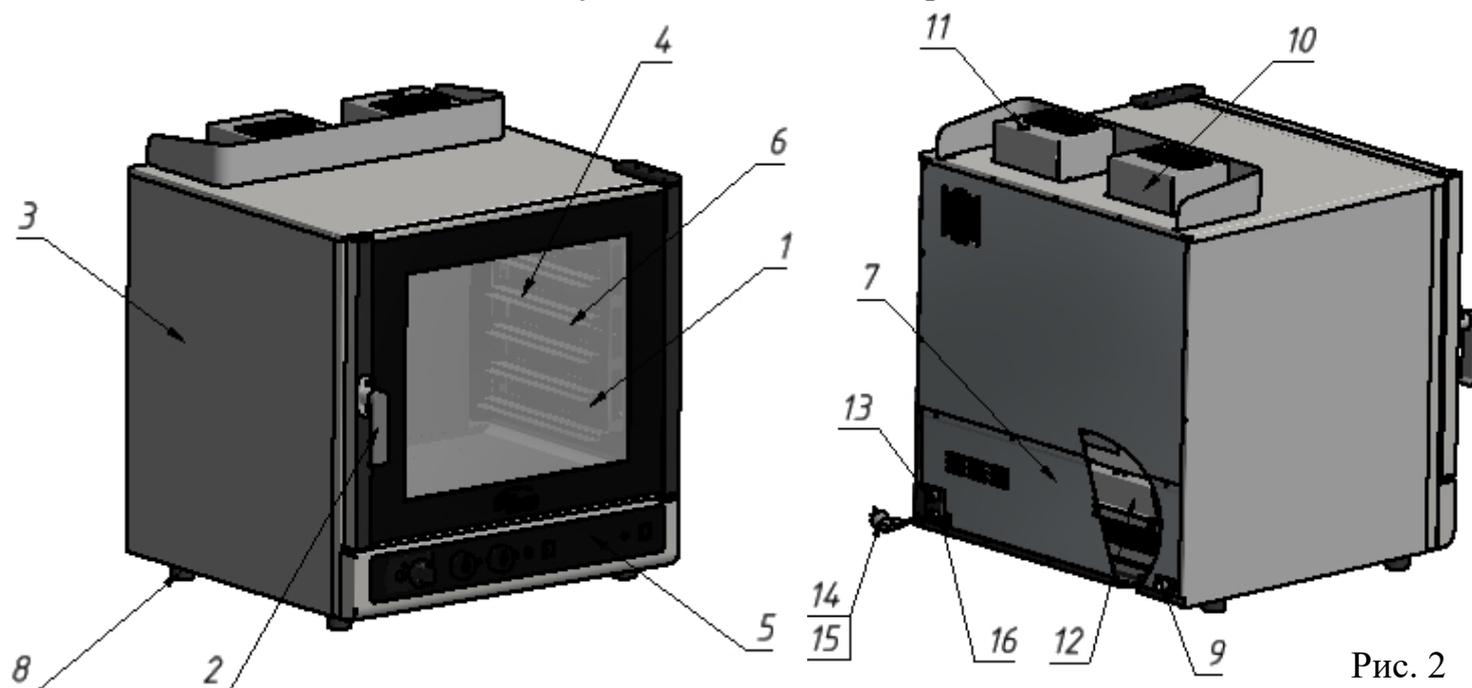
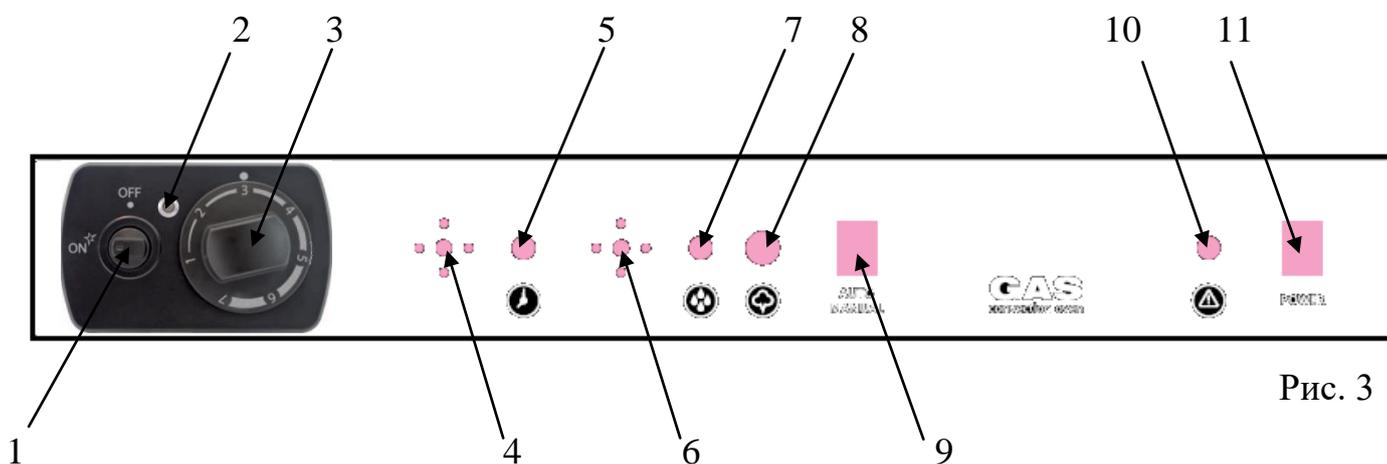

Рис. 2
Рис. 3
- 5.4 Основные части изделия указаны на Рис.2 и перечислены в Таблице 3.
5.5. Элементы управления указаны на Рис.3 и перечислены в Таблице 4.
- 6.3 Изделие установить на устойчивом, горизонтальном основании на расстоянии не менее 500мм от легко воспламеняющихся предметов. Выравнивание поверхности печи производится регулировкой высоты ножек (Поз.8, Рис.2).
- 6.5 Оборудование должно устанавливаться в хорошо проветриваемом помещении и обеспечиваться вытяжкой типа «зонт» (в соответствии с общими указаниями (Пункт 1.6, стр.3)) для отвода тепла и продуктов горения от вытяжки (Поз.10, Рис.2) и удаления избыточного пара от трубы (Поз.11, Рис.2).
- 6.6 Подсоединение заземления корпуса пароконвектомата к заземляющему контуру помещения осуществляется согласно ГОСТ 27570.0-87 с помощью болта заземления (Поз.16, Рис.2)
- 6.7 Электрошнур с евровилкой (Поз.14,15, Рис.2)печи подключить в розетку с электропитанием 220 В, 50Гц.
- 6.8 Газовая труба присоединяется к выводу с наружной резьбой G1/2, находящемуся на задней стенке печи (Поз.13, Рис.2). Используйте только трубы и прокладки, соответствующие национальным стандартам. После подключения удостоверьтесь, что труба не касается движущихся предметов и не пережата.
- 6.10 Присоединение установки к водопроводной сети осуществляется с помощью штуцера (Поз.9, Рис.2). Рекомендуемое давление воды в водопроводе, от которого питается печь, должно быть не менее 25кПа и не более 50кПа (0,25-0,5бар). Жесткость воды, используемой для тепловой обработки паром, не должна превышать 2...2,2°Ж. При использовании обычной природной или водопроводной воды, ее следует пропустить через системы очистки (через фильтр) и водоумягчения.
- 7.1 Включить электрическую сеть с помощью клавиши (Поз.11, Рис.3). О наличии питания свидетельствует включенная подсветка камеры и работа вентиляторов.
- 7.3 Розжиг основной горелки (Поз.12, Рис.2) пароконвектомата осуществляется от запальной горелки (пилота).
Для включения запальной горелки необходимо повернуть ручку выбора режимов (Поз.1, Рис.3) против часовой стрелки в положение ON. Нажать и удерживать нажатой ручку терморегулятора, чтобы электронный розжигзажег запальную горелку (пилот). В момент возгорания запальной горелки, загорается сигнальный индикатор (Поз.2, Рис.3), свидетельствующий о наличии пламени на пилотной горелке. После возгорания пилота следует удерживать ручку нажатой 15-20 секунд, после чего отпустить, в этот момент сигнальный индикатор (Поз.2, Рис.3) начинает мигать, что говорит об устойчивом горении запальной горелки. Если пилот не разгорелся, верните ручку в исходное положение и повторите операцию.
**Внимание!**Выключение сигнального индикатора (Поз.2, Рис.3) в процессе работы пароконвектомата свидетельствует о затухании запальной горелки. В этом случае следует немедленно перевести ручку выбора режимов (Поз.1, Рис.3) в положение Off и провести повторный розжиг.
- Для розжига основной горелки и выхода на требуемую рабочую температуру необходимо установить ручку регулятора температуры (Поз.3, Рис.3) в нужное положение (Таблица 5).
- Для отключения горелки необходимо повернуть ручку выбора режима (On-Off) (Поз.1, Рис.3) в положение Off.
- 7.4 Функция «Таймер» (Поз.4, Рис.3) позволяет задать необходимое время приготовления (в пределах 120мин), по окончании которого прозвучит
звуковой сигнал, свидетельствующий об окончании заданного время. При включении функции «Таймер» загорается сигнальный индикатор (Поз.5, Рис.3), свидетельствующий о работе таймера.
7.5 Функция «Пароувлажнение» может осуществляться двумя способами, ручным и автоматическим. Выбор режима пароувлажнения осуществляется клавишей (Поз.9, Рис.3).
- Автоматическая подача воды осуществляется с помощью регулятора автоматической подачи воды (Поз.6, Рис.3). Крайнему левому положению ручки регулятора характерен впрыск воды продолжительностью 2с каждые 10 мин. Крайнему правому положению ручки регулятора характерен впрыск воды продолжительностью 2с, с частотой 1 мин. В момент использования функции «Пароувлажнение» горит сигнальный индикатор (Поз.7, Рис.3), свидетельствующий о подаче воды в камеру пароконвектомата.
- Если использование данной функции в автоматическом режиме не требуется, следует перевести клавишу (Поз.9, Рис.3) в положение ручного режима пароувлажнения. Ручная подача воды осуществляется, по мере необходимости увлажнения в камере, с помощью кнопки (Поз.8, Рис.3). Подавать воду необходимо импульсами в течение не более 2-3 секунд.
7.6 При открывании двери (Поз.1, Рис.2) с помощью ручки (Поз.2, Рис.2) для загрузки или выгрузки рабочей камеры пароконвектомата (Поз.4, Рис.2) останавливается работа вентиляторов и прекращается работа основной горелки, в этот момент загорается сигнальный индикатор (Поз.10, Рис.3), свидетельствующий об отсутствии подачи газа на основную горелку. После закрывания двери осуществляется автоматическое включение вентиляторов и автоматический розжиг основной горелки.
7.7 Печь снабжена устройством защиты, которое срабатывает в случае повышения температуры в камере выше  $320^{\circ}\text{C}$ , вызванного серьезной неисправностью, в результате этого прекращается подача газа на основную горелку и также загорается сигнальный индикатор (Поз.10, Рис.3).
8.6 Следить за тем, чтобы направляющие (Поз.6, Рис.2) были установлены надежно в рабочей камере после чистки и техобслуживания.
- 8.13 **Внимание! При отключении электроэнергии в помещении, где установлено оборудование выключить горелку, повернув ручку выбора режима (On-Off) (Поз.1, Рис. 3) в положение Off.**
- 8.19 Все работы по устранению неисправностей и ремонту печи должны выполняться лицами, имеющими право на проведение таких работ. Обслуживание горелки (Поз.12, Рис.2) осуществляется при снятии задней стенки (Поз.7, Рис.2) корпуса (Поз.3, Рис.2)
- загоразивать вытяжку для выхода продуктов сгорания (Поз.10, Рис.2).
- загоразивать и засорять трубку для выпуска пара (Поз.11, Рис.2).